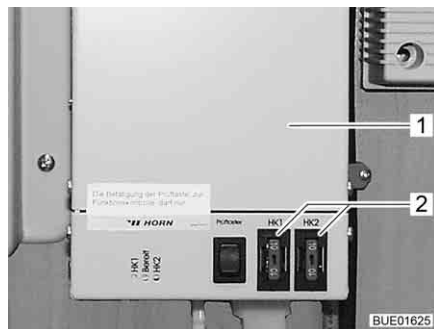

Fig. 116 Regulador de la calefacción para las tuberías de aguas residuales
Los fusibles se encuentran sobre el regulador (Fig. 116,1).
- Cambiar el fusible (Fig. 116,2).